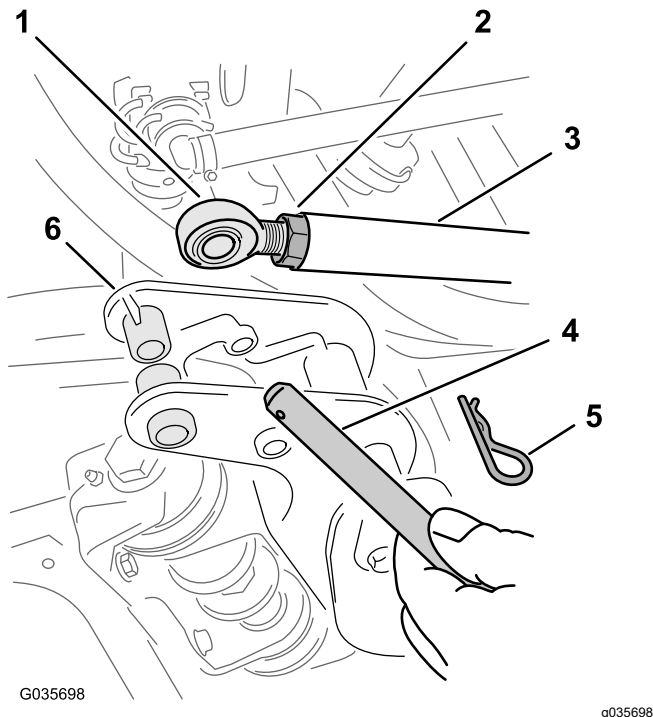

Рисунок 7
игольчатый шплинт и шплинтуемый штифт, которые крепят конец штока подъемного цилиндра к поворотному кронштейну (Рисунок 7).
5. Ослабьте зажимную гайку на конце штока каждого подъемного цилиндра (Рисунок 7).
6. Отрегулируйте концы штоков на концах подъемных цилиндров так, чтобы концы штоков были совмещены с отверстиями в поворотных кронштейнах секций стрел (Рисунок 7).
8. Прикрепите шплинтуемые штифты к поворотным кронштейнам с помощью игольчатых шплинтов (Рисунок 7), снятых при выполнении пункта 2.
9. Плотно затяните зажимную гайку на каждом конце штока (Рисунок 7).